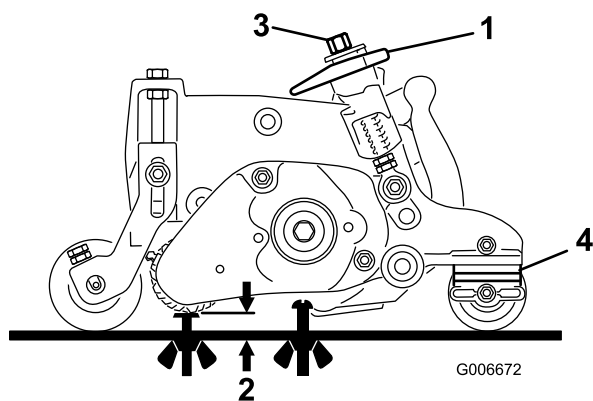

Рисунок 46
1. Убедитесь в том, что механическая щетка настроена на желаемую высоту (HOG) (Рисунок 46).